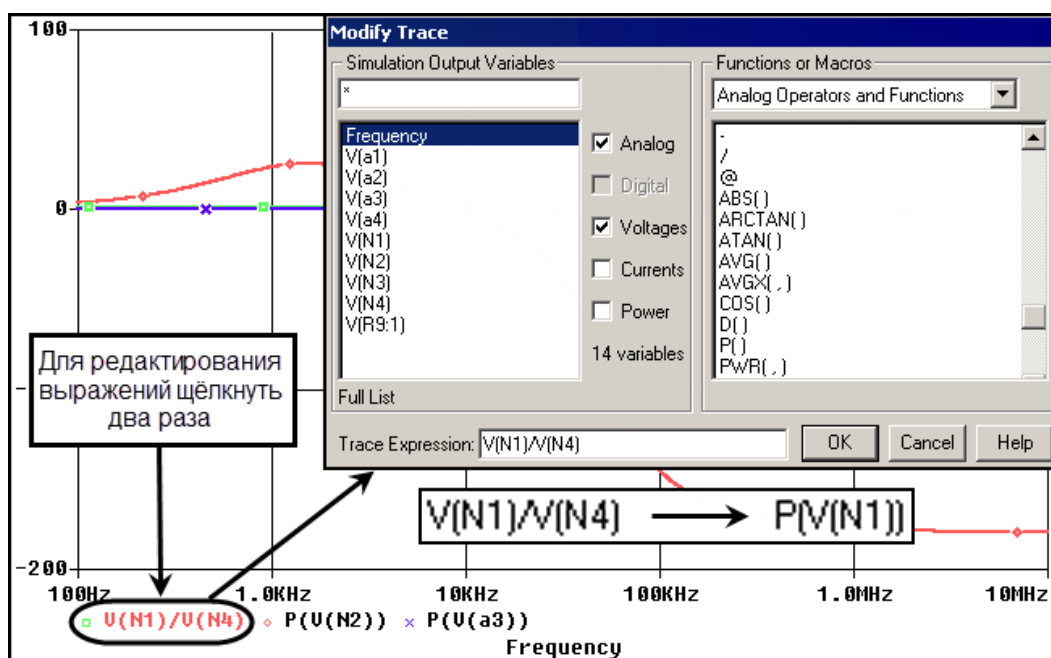

Рис. 24. Редактирование выражений графиков
- 22.а. Последовательно отредактировать выражения для графиков. Дважды щелкнуть в строке легенды выбранное выражение и в строке **Trace Expression** открывшегося окна **Modify Trace** изменить формулу, как показано в примере (рис. 24).